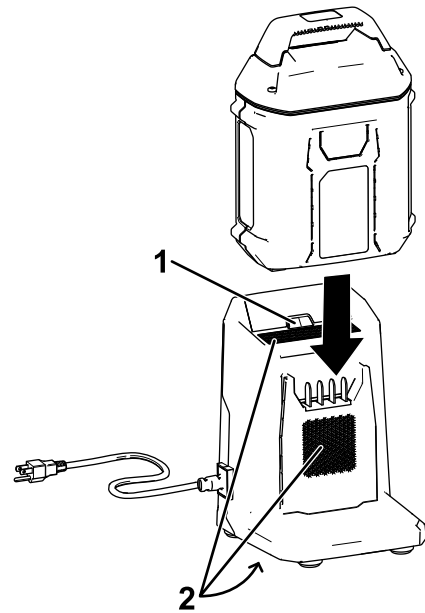

Figura 3
4. Introduzca la batería en el cargador hasta que esté completamente asentada (Figura 3).